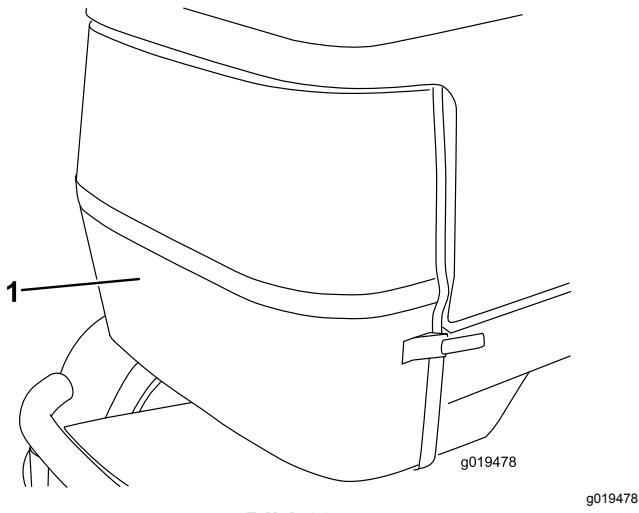

Bild 66
5. Entriegeln und entfernen Sie das hintere Gitter (Bild 66).